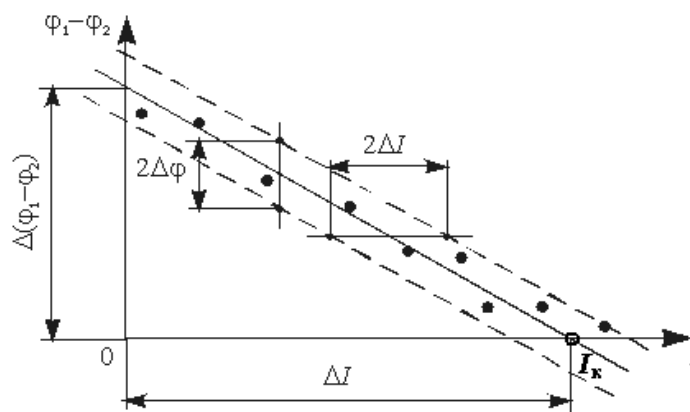

Рис. 7
4. Нанесите точки, соответствующие данным таблицы 1, на координатную плоскость, как показано на рис.7.
5. Проведите прямую линию с учетом разброса экспериментальных значений до ее пересечения с осями абсцисс и ординат. Примерный вид прямой показан на рис. 7.
6. Выше и ниже полученной зависимости выделите пунктирными линиями полосу разброса экспериментальных данных, как показано на рис. 7.
Для определения погрешности измерения тока проведите прямую параллельную оси абсцисс (см. рис.7). Погрешность определения тока  $\Delta I$  равна половине разности токов  $2\Delta I$ , соответствующих точкам пересечения проведенной прямой с полосой разброса экспериментальных данных.